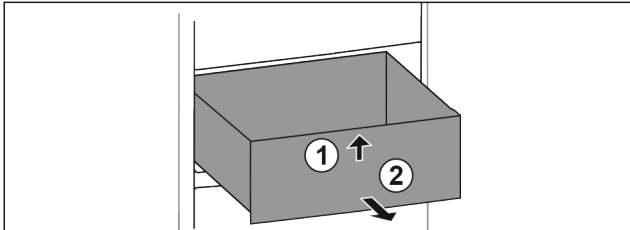

Fig. 63
- Lade aan de voorkant optillen. Fig. 63 (1)
- Lade naar voren toe verwijderen. Fig. 63 (2)